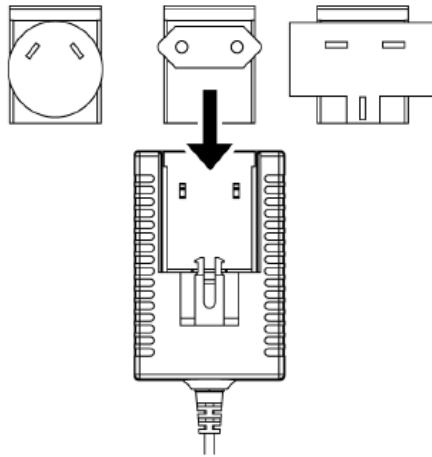

Abb. 5 PS4 Universal AC/DC-Netzteil
1. Auf beide Seiten der PS4-Schnappverriegelung drücken (siehe Abb. 5).